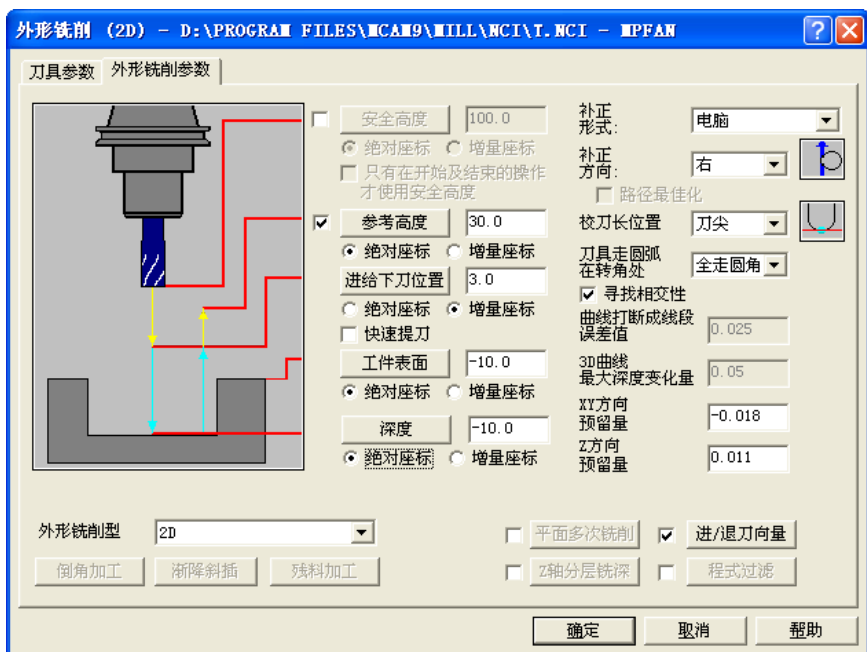

图 5-19 步骤 13) 外形铣削参数
13) 选择“外形铣削(2D)”, 精修  $\phi 45$  圆, 刀具参数、参考高度和进给下刀位置等均同步步骤 10), 在“外形铣削参数”选项卡中设定工件表面: -10.0、深度: -10.0, 补正形式选择“电脑”, 补正方向: 右, 设定 XY 方向预留量: -0.018, 保证尺寸  $\phi 45^{+0.025}_{-0.05}$ , Z 方向预留量: 0.011, 保证尺寸  $10^{+0.022}_0$ , 勾选“进/退刀向量”, 其余默认, 如图 5-19 所示。